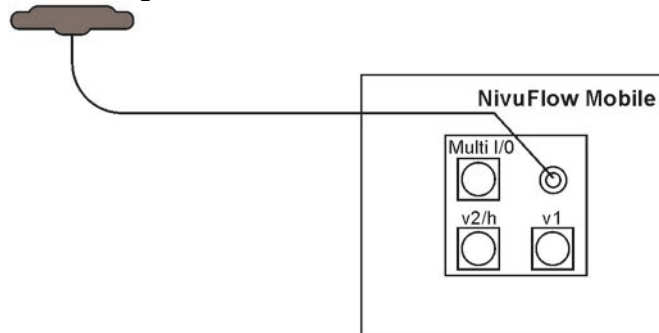

Abb. 28-1 Anschluss der GPRS Antenne
1. Antennenkabel in die Buchse am Gerät einstecken (Abb. 28-1) und Verschraubung handfest anziehen.